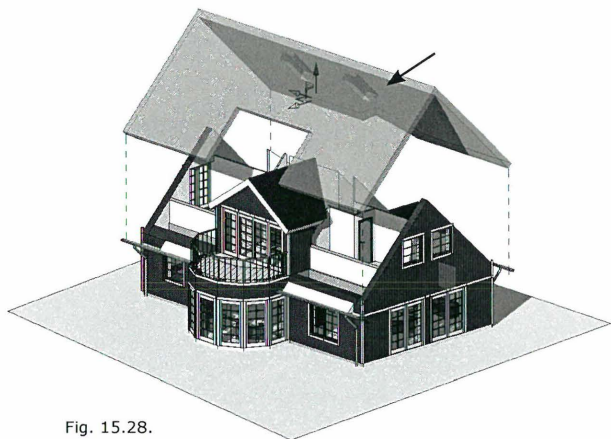

Fig. 15.28.
- Marker taget, eller den konstruktion du gerne vil redigere (Fig. 15.28).